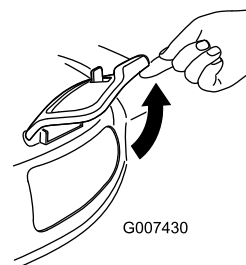

Bild 32
2. Öffnen Sie die Seitenauswurfklappe (Bild 32).